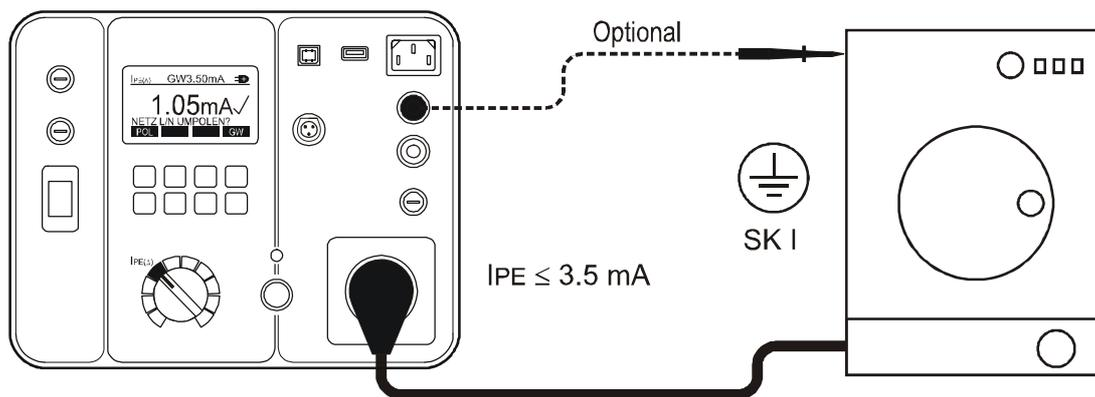

Abb. 16: Anschluss für die Schutzleiterstrommessung
- Verbinden Sie den Prüfling entsprechend der Abbildung 16.